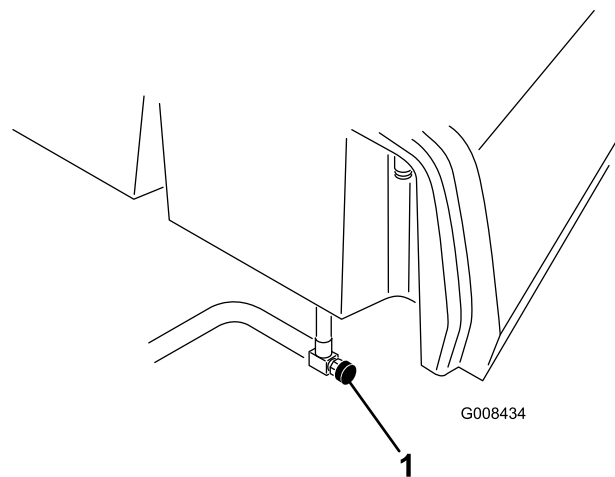

図 39
1. 長期間保管する場合には燃料バルブ（図 39）を閉じておく。